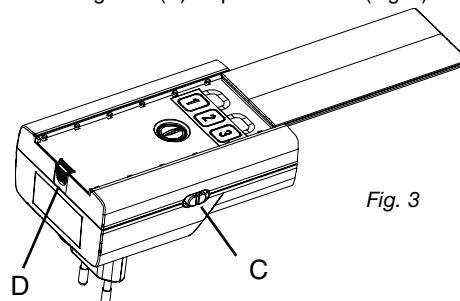

Fig. 3
Rilasciare il gancio (D) e aprire la finestra. (Fig. 3).